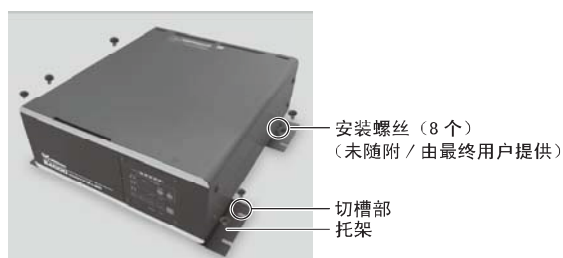

图11
- ③ 使用安装螺丝（8个，未随附/由最终用户提供）将控制器（托架的切槽区）安装到机器（图11）。